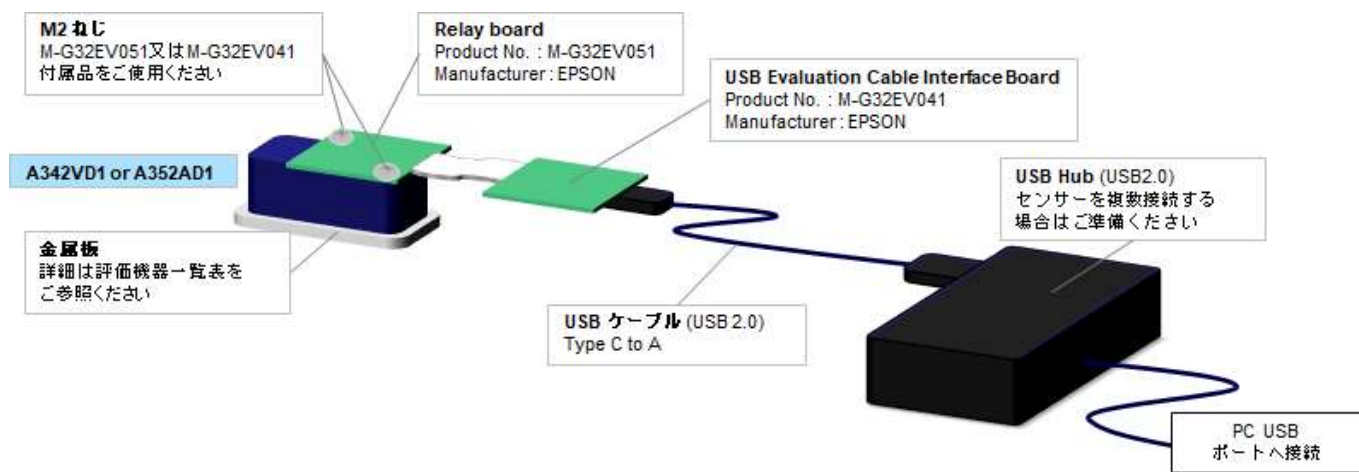

図 2.2 Case 2 評価機器構成例
Case 2 では A342, A352 を USB ポートへ接続する方法をご説明します。本ケースはセンサーの出力データを、弊社の評価用ログソフトウェアなどで取得することを想定したものです。評価機器の構成例を図 2.2 に示します。
*1 図 2.2 は Relay board を取り付け例を示しています